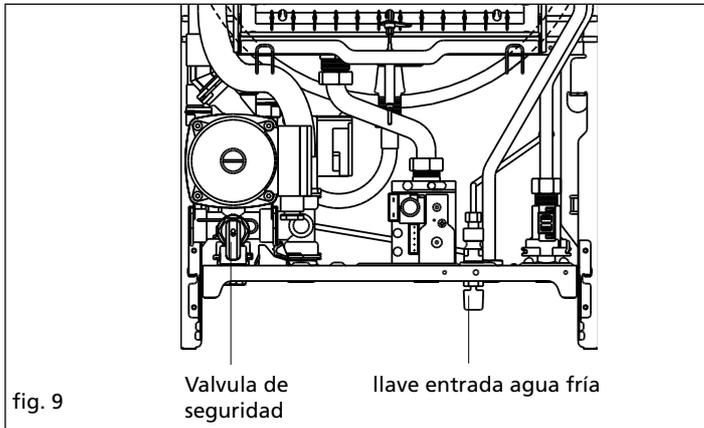
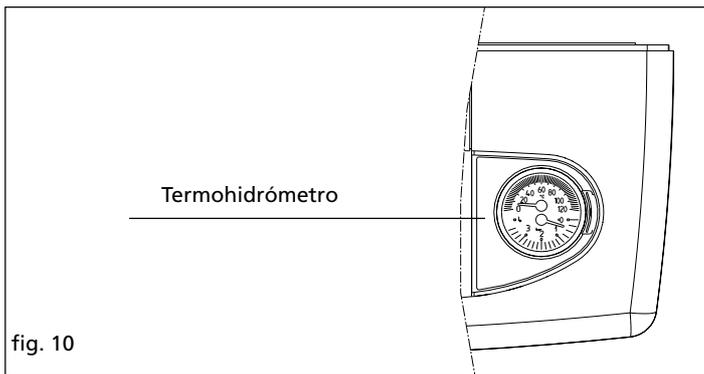

fig. 9
fig. 10
- abrir la llave de la válvula de entrada de agua fría (fig. 9) hasta que el termohidrómetro, colocado en el tablero de mandos (fig. 10), indique valores de presión incluidos entre 1,5 y 2 bar. Si la caldera está alimentada eléctricamente, cuando se alcanza la presión correcta, el led luminoso de color amarillo situado en el panel de mandos se apaga (véanse instrucciones para el usuario);
- tirar hacia fuera la palanca de la válvula de seguridad (fig. 9) hasta que se vacíe la caldera;